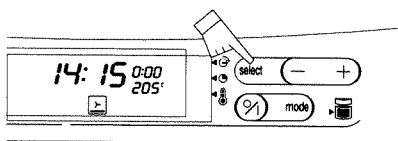

Fig. 6
3. Se necessario modificare la temperatura (per passi di 5°C), premendo il tasto  1 volta (fig. 6) ed i tasti  (fig. 7).
4. Premere una volta il tasto  per impostare la durata della cottura (fig. 6).